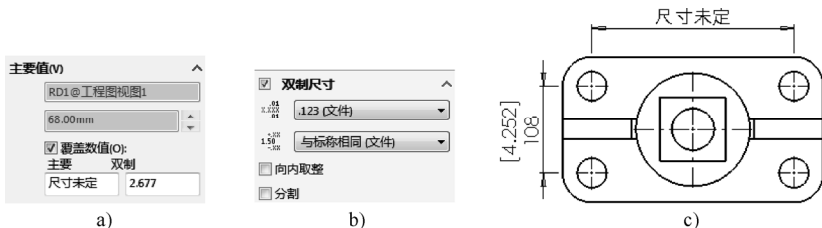

图 7-55 覆盖尺寸值和双制尺寸
- “主要值”卷展栏：用于覆盖尺寸值（图 7-55），如可选中“覆盖数值”复选框，然后输入“尺寸未定”或输入其他值。